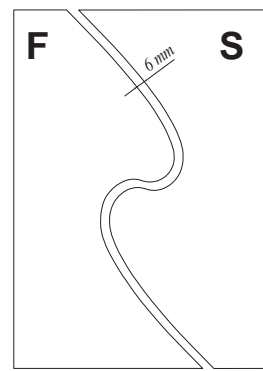

Fig. 4 : découpe du CP de 5 mm (à la fraise à copier Ø 6 mm) : on obtient les gabarits «Frère» et «Sœur».
Repérez tout de suite les 2 pièces obtenues : F pour "Frère" et S pour "Sœur" (voir figure 4 et photo n° 5).
- Sachez qu'un défaut survenu (si par exemple vous n'avez pas parfaitement suivi le contour du gabarit "Mère") n'est pas forcément dramatique ; si c'est le cas il faut simplement que ce "défaut" se retrouve sur les deux pièces F et S découpées ; c'est-à-dire que les deux courbes F et S obtenues doivent être rigoureusement parallèles lorsqu'elles sont espacées de 6 mm (ce qui correspond au diamètre de la fraise qui a servi à la découpe) (voir figure 4).